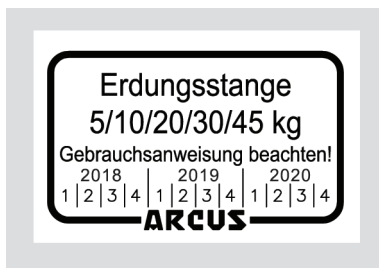

Abb. 2.5.1
- Auf jeder Stange befindet sich ein Klebeschild mit dem Aufdruck „Erdungsstange“. Auf Stangen mit Kupplungen (Abb. 2.1.1/Pos. 7) zur Aufnahme verschiedener Anschleißteile befindet sich zusätzlich eine Zahlenangabe in kg, welche das maximale Gewicht der EuK-Vorrichtung angibt, das mit der Erdungsstange sicher gehoben und geführt werden kann (siehe Abb. 2.5.1).